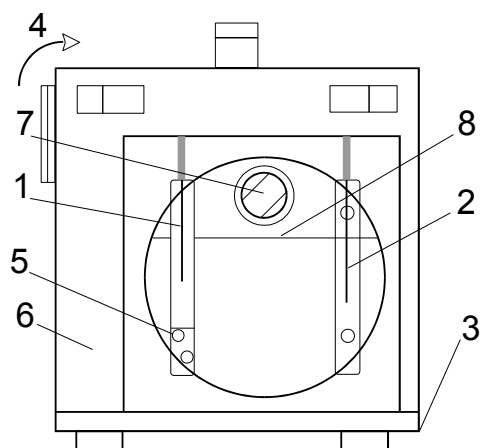

Рис.4. Лига-02 (обратная сторона электролизера).
6.4. Убедиться в том, что уровень электролита находится в необходимых пределах (см. рис.4). В любом случае минимальный уровень должен быть не ниже датчика уровня 2, а максимальный - на 1см ниже большого отверстия в металлической пластине с обратной стороны электролизера.
7.2. Проверить уровень жидкости в датчике давления **1** (рис.4).
- вывинтить пробку **7** (рис.4) на заднем окне электролизера, в образовавшееся отверстие горизонтально вставить на глубину около 350 мм трубку со шприцом на конце (при этом положение аппарата - горизонтальное),
При необходимости повторить. Через 5-10 минут уровень электролита должен установиться приблизительно на 15-20 мм ниже заливного отверстия (см. рис. 4). После этого завернуть обратно пробку **7** (рис.4).
Для этого необходимо: вывинтить пробку **7** (рис.4) из заливного (сливного) отверстия и выходной штуцер **3** (рис.2). Завернуть штуцер вместо пробки и слить старый электролит, поставив электролизёр вертикально водяным затвором **4** (рис.2) вверх.